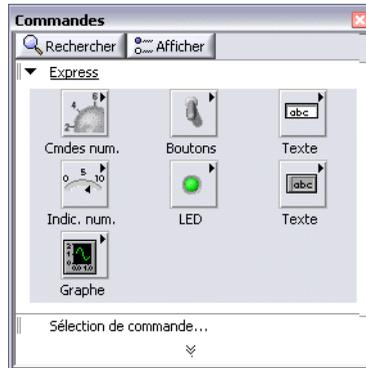

Figure 1-4. Palette des commandes
1. Si la palette **Commandes**, représentée dans la figure 1-4, n'est pas apparente sur la face-avant, sélectionnez **Affichage»Palette des commandes** pour l'afficher. Par défaut, la palette **Commandes** s'ouvre en affichant la sous-palette **Express**. Si vous avez sélectionné une autre sous-palette, vous pouvez revenir à la palette **Express** en cliquant sur **Express** sur la palette **Commandes**.